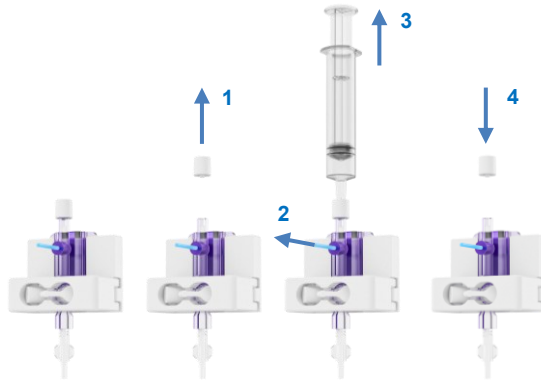

Figura 24 Debollaggio del trasduttore di pressione
- Rimuovere il tappo nella parte superiore del trasduttore di pressione e collocare una siringa sterile sulla porta (Figura 24, passaggio 1).
- Per riempire la linea di pressione e rimuovere l'aria presente, tirare la linguetta a scatto blu (Figura 24, passaggio 2) mentre si aspira con la siringa (passaggio 3). Fermarsi una volta rimossa l'aria.
- Riposizionare il tappo sul trasduttore di pressione (Figura 24, passaggio 4).